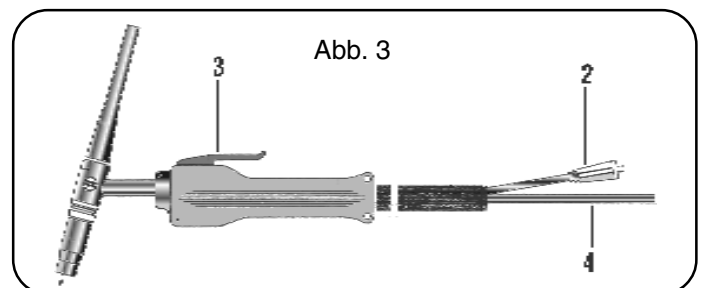

Abb. 3
- Den WIG-Brenner Typ T150 (Art. 1567.01) benutzen und den Stecker (2) Abb.3 an den Minuspol (-) der Schweißmaschine anschließen.